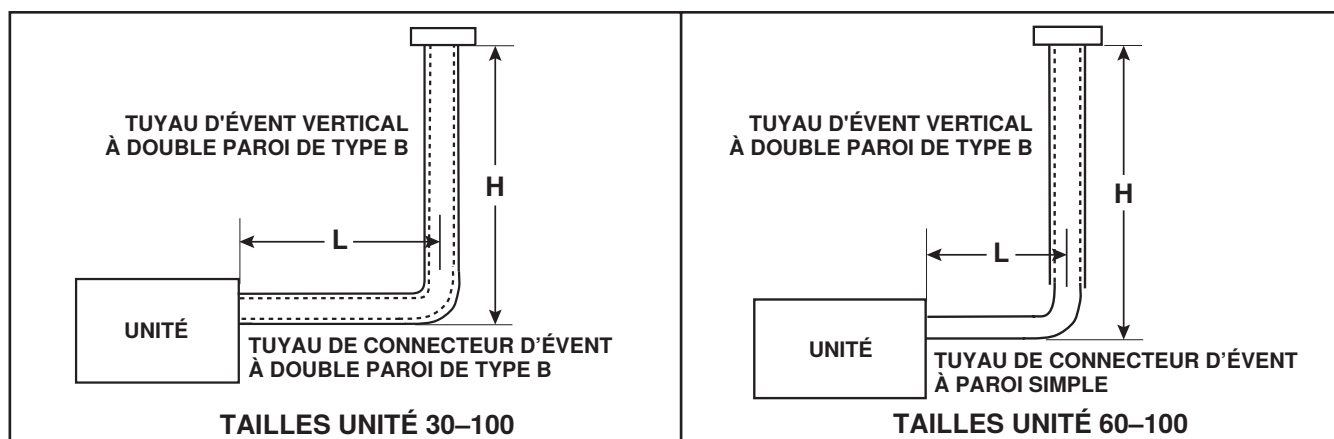

Figure 13. Évent dédié typique de catégorie I (reportez-vous au Tableau 15)
1. Sélectionnez le tuyau d'évent et le connecteur d'évent pour l'évent de catégorie I (voir Figure 13).
*Voir **Figure 13**. H = longueur du tuyau d'évent vertical. L = longueur maximale permise du connecteur d'évent horizontal.
*Voir Figure 13. H = longueur du tuyau d'évent vertical. L = longueur maximale permise du connecteur d'évent horizontal.